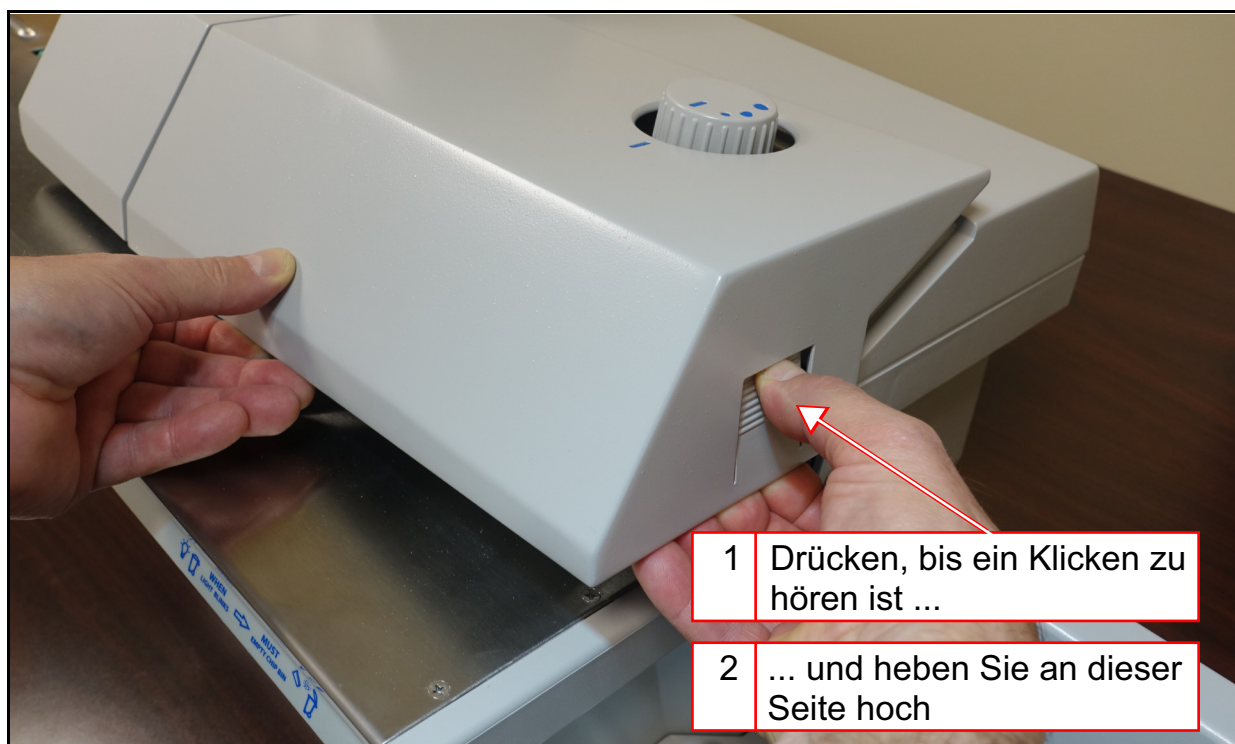

Abbildung 4-13: Abdeckungs-Entriegelungsknopf
2. Drücken Sie den Entriegelungsknopf an der rechten Seite der Abdeckung, bis Sie ein Klicken hören. Heben Sie danach die rechte Seite an (Abbildung 4-13).